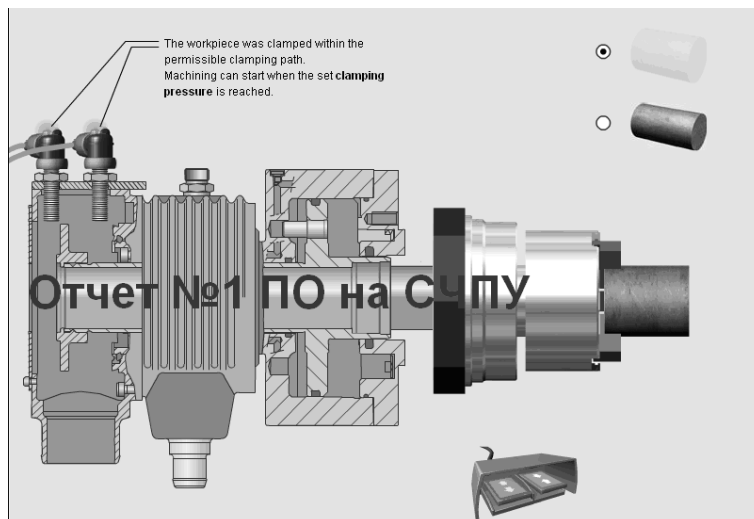

Рисунок 10 – Закрепление заготовки на токарном станке с ЧПУ
- 11 Закрепление заготовок (рисунок 10).